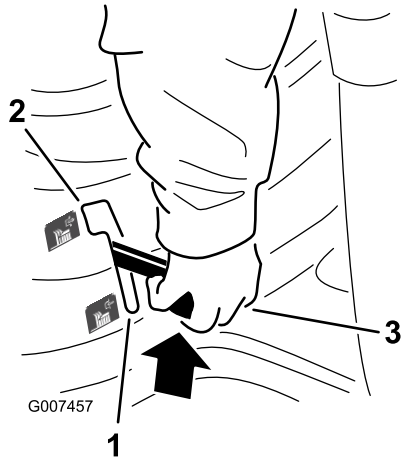

Figura 7
2. Mueva lentamente el control de las cuchillas (PTO) a Engranada (Figura 7).
2. Ponga el control de las cuchillas (PTO) en Desengranada (Figura 7).